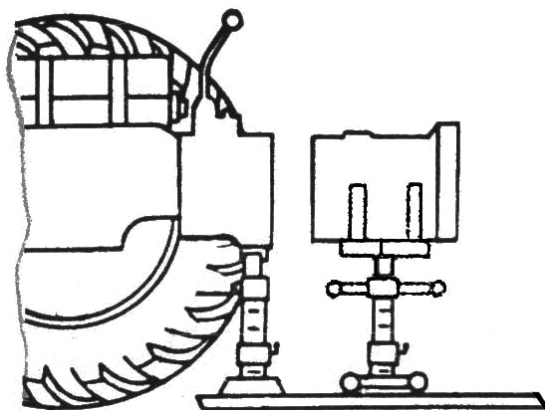

Рисунок 4.5
- 14) подведите под корпус коробки передач (КП) опору винтовую Р-7523 (или аналогичную ей) (**рисунок 4.5**) до полного контакта с корпусом КП;
- 15) установите подставку узловую Р-7524 на опору винтовую Р-7521 и подведите её под корпус муфты сцепления до полного контакта с поверхностью корпуса, (**рисунок 4.5**);
6) подведите под корпус коробки передач (КП) опору винтовую Р-7521 (или аналогичную ей) (**рисунок 4.5**) до полного контакта с корпусом КП;